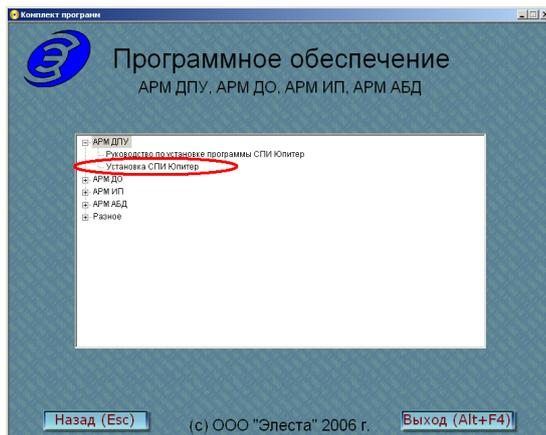

Рисунок 4.2
- В окне **Программное обеспечение** (рисунок 4.2) выбрать **АРМ ДПУ** ⇒ **Установка АРМ ДПУ «Юпитер» 7.x**;